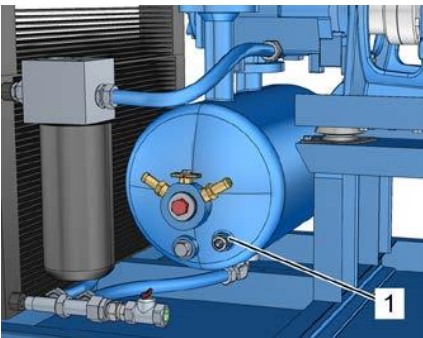

Рис. 33: Проверка уровня охлаждающей жидкости через смотровое отверстие
7. Проверьте уровень охлаждающей жидкости через смотровое отверстие (Рис. 33/1) и при необходимости долейте охлаждающую жидкость, как описано в ↪ Глава 8.4.2 «Проверка уровня охлаждающей жидкости / доливка охлаждающей жидкости» на странице 94.